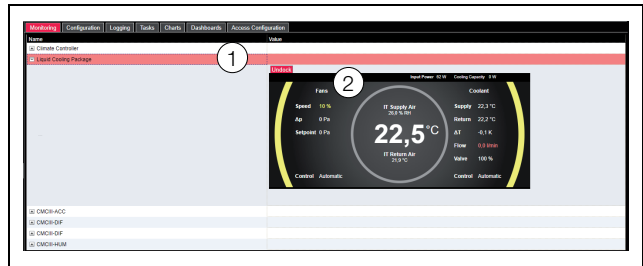

Abb. 142: Grafische Darstellung
Die Anzeige wechselt in die grafische Darstellung (Abb. 142) und alle Status und Drehzahlen der Lüfter, Temperaturwerte der Servereintritts- und -austritts-temperatur sowie die Regelmodi von Lüfter- und Kühlmediumsteuerung können auf einen Blick angesehen und durch Klicken auf die Grafik (Abb. 142, Pos 2) verändert werden.
Wenn nach Anwahl der Ebene „Liquid Cooling Package“ die grafische Darstellung (Abb. 142) vorgewählt ist, schalten Sie folgendermaßen auf die Baumdarstellung um:
- Drücken Sie das in Graustufen dargestellte „Grafik“-Symbol hinter dem Eintrag „Liquid Cooling Package“ (Abb. 142, Pos 1).